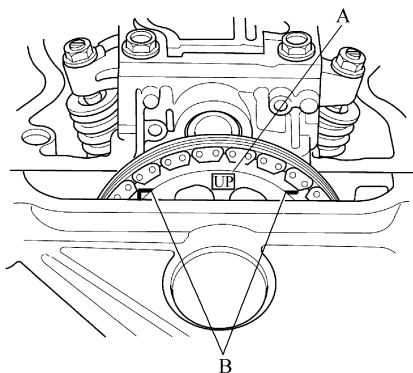

图 2-59 使 1 号活塞位于 TDC 位置
2) 使 1 号活塞在上止点 (TDC) 位置。凸轮轴链轮上的 “UP” 标记 (A) 应在顶部，并且凸轮轴链轮上的 TDC 凹槽 (B) 应与气缸盖的顶部边缘对准，见图 2-59。